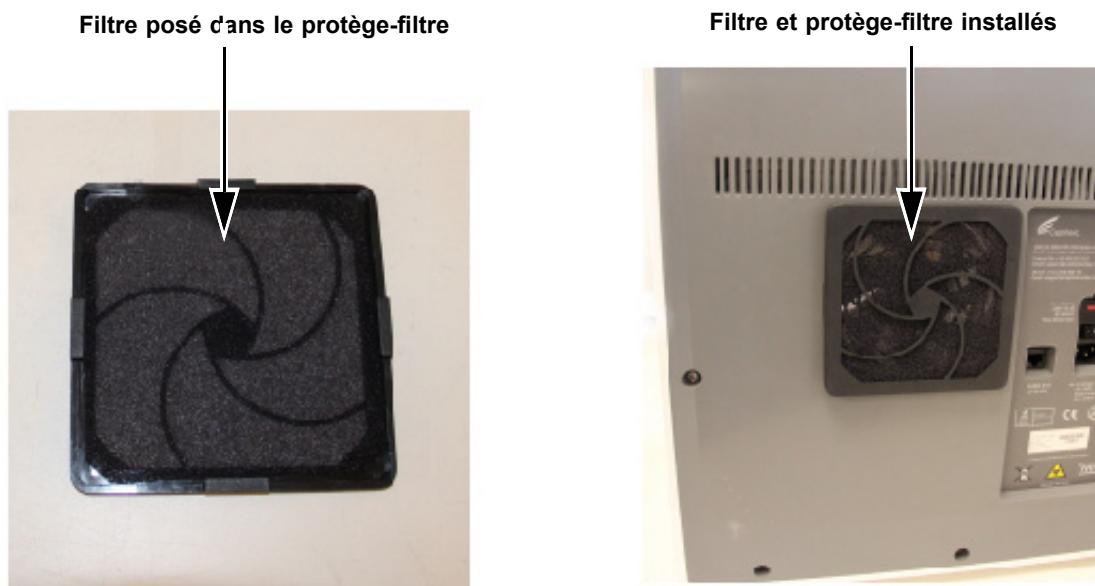

Figure 9-23. Remplacement du filtre et du protège-filtre
7. Mettez le protège-filtre de ventilateur et le filtre en place d'un seul tenant. Appuyez les côtés du protège-filtre fermement sur le boîtier du ventilateur jusqu'à ce que les attaches s'enclenchent solidement sur le ventilateur. Appuyez sur le bas du protège-filtre jusqu'à ce que les attaches s'enclenchent solidement sur le ventilateur. Voir la Figure 9-23.